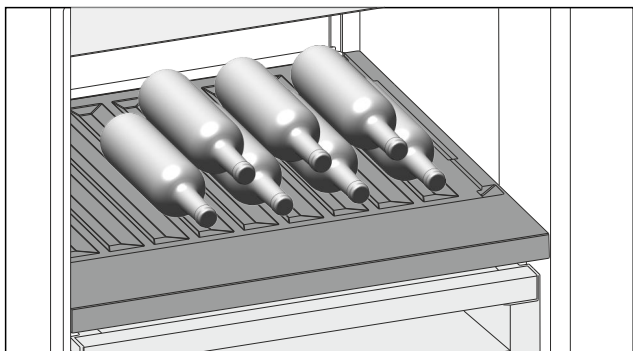

Fig. 109
- ▶ A palackokat az aljukkal hátrafele helyezze a hátfalhoz. (lásd Fig. 109)